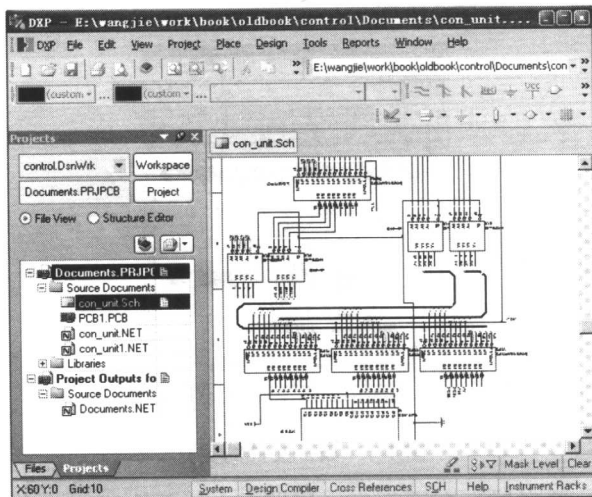

图 1-3 在 Protel DXP 2004 环境下打开 Protel 99SE 的数据库文件
**step 2** 双击选中的数据库文件，然后单击弹出的确认框上的 Yes 按钮，将会出现如图 1-3 所示的结果。
**step 3** 在图 1-3 中可以看到，Protel 99SE 的数据库文件完成了转化，转化后并没有破坏